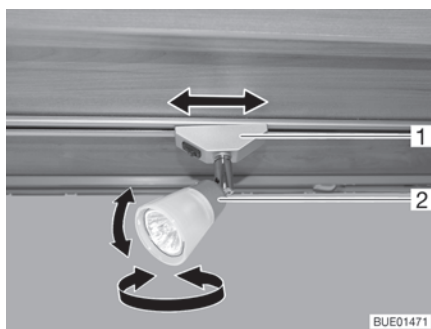

Bild 25 Spotlight
- Vrid spotlightens hus (Bild 25,2) i önskad riktning. Huset kan vridas i följande riktningar:
- Vrid fästet (Bild 25,1) med ca 45°.
- Vrid fästet (Bild 25,1) med 90°.